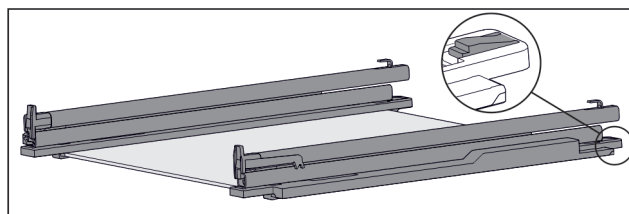

Fig. 105 Staklena ploča s vodilicama i pridržnim dijelovima
- ▶ Pridržni dio straga pritisnite prema dolje (pogledajte Fig. 105) u i istovremeno gurnite vodilicu prema otraga.